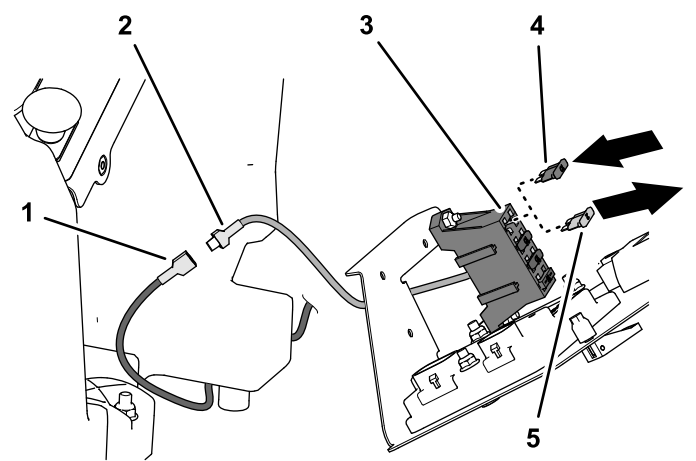

Figura 41
- 2. Encaminhe o cabo de alimentação auxiliar (isolamento de cor verde) da cablagem (kit) para o compartimento de controlos do operador (Figura 41).
- 3. No bloco de fusíveis (Figura 41), ligue os seguintes pares de fios:
- 4. Instale o fusível (10 A) na ranhura do bloco de fusíveis (Figura 41).